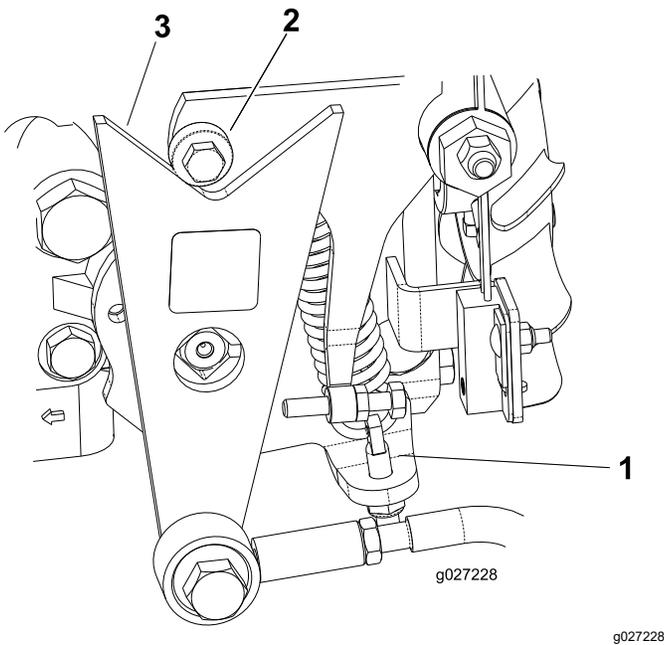

Figure 49
- Si les roues tournent dans le bon sens, arrêtez le moteur et réglez le contre-écrou de la goupille de réglage du ressort (Figure 49). Réglez le point mort de la transmission ; voir Réglage du point mort de la transmission aux roues \(page 33\).